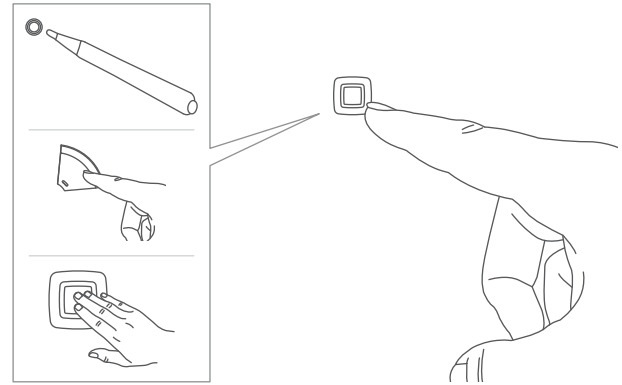

Abbildung 3
- Halten Sie die Systemtaste für 4 s gedrückt Abb. 3 und stecken Sie gleichzeitig das Gerät in die Steckdose.